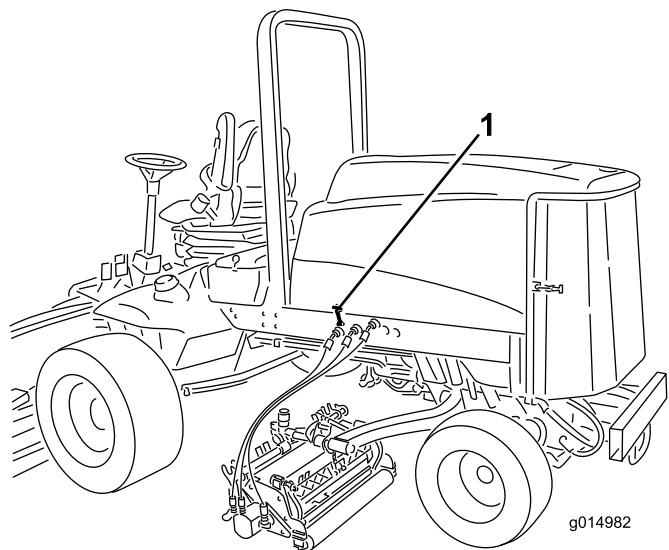

Figura 31
2. Sbloccate i fermi e aprite il cofano del motore (Figura 31).